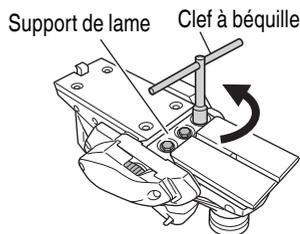

Fig. 14
- (1) Comme indiqué à la Fig. 14, desserrer le support de lame à l'aide de la clé à béquille.